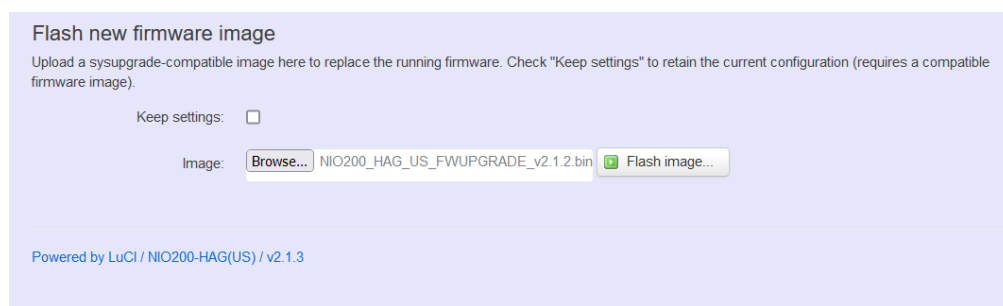

Figura 16.2 – Atualize a nova imagem de firmware
Passo 3. Desmarque a caixa de seleção manter configurações (**Keep Settings**) e procure NIO200_HAG_nn_FWUPGRADE_v.n.n.n.bin. Em seguida, clique no botão **Flash image**. Veja a Figura 16.2.